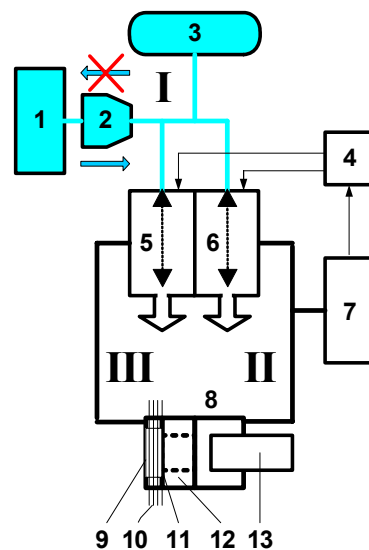
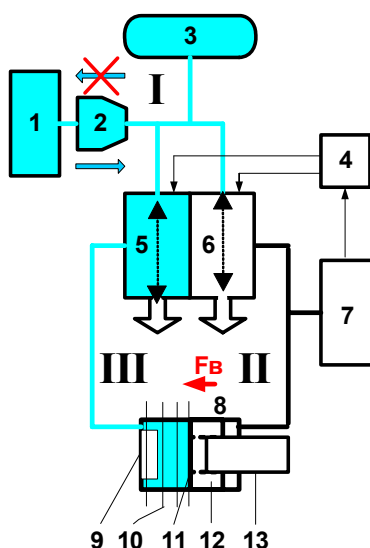
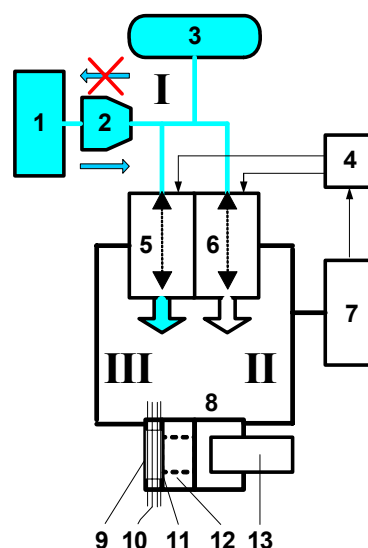

Рис.1 Режим 2WD
Рис.6 Включение контура III
Рис.7 Переключение в 2WD
Описание работы исправной вакуумной системы подключения переднего привода дано на функциональном уровне для формирования общего понимания принципа работы системы. На рис.1 показано состояние системы в режиме 2WD, т.е., при отключенных передних колесах. Голубой цвет обозначает наличие вакуума в узлах. Показывается только один хаб, подразумевая, что оба работают одинаково. Наименования узлов в тексте под соответствующими номерами приведено в таблице ниже.
Мембрана 11 герметично разделяет внутреннюю полость хаба на две части. Полость, показанная на рис.1 с левой части мембраны является частью контура III разблокировки хабов. Соответственно, полость справа от мембраны является частью контура II блокировки хабов.
**Контур III разблокировки хабов** включает VSV1 электропневмоклапан 5, соединительные трубки и левую от мембраны 11 полость хабов 8. Переключение в режим 2WD показано на рис.6 и 7.
По команде с 4WD контроллера 4 срабатывает VSV1 клапан 5 (рис.6). При этом открывается входное отверстие клапана 5 и закрывается выходное. Контур I и III объединяются и разряжение из контура I передается в левую полость хабов 8, в то время как в правой полости хабов сохраняется атмосферное давление. Возникшая сила давления  $F_v$  на мембрану 11 приложена на рис.6 справа налево. Величина силы давления достаточна, чтобы преодолеть упругое противодействие со стороны пружины 10. В результате муфта 12 перемещается влево, выходя из зацепления с полуосью 13 и фиксируется в притянутом состоянии магнитом 9, как показано на рис.7. “4WD” индикатор гаснет.
Через некоторое время 4WD контроллер подает сигнал на закрытие клапана 5 (рис.7). Доступ вакуума в контур III прекращается и остаточный вакуум из контура III сбрасывается наружу через открывшееся выходное отверстие клапана 5. После сброса вакуума система возвращается в состоянии 2WD, как показано на рис.1.